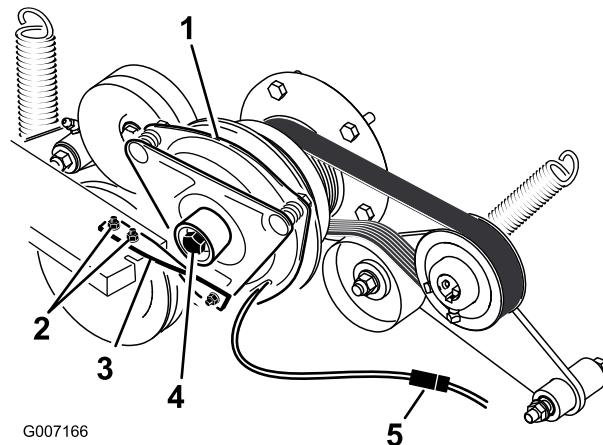

Figura 53
6. Desenchufe el conector eléctrico del embrague (Figura 53).
7. Retire los dos pernos que sujetan la correa de goma del embrague al bastidor del cortacésped (Figura 53).
8. Retire el perno central que sujeta el embrague al eje del motor, y retire el embrague y la chaveta (Figura 53).
15. Sujutando el cigüeñal en la parte trasera de la máquina, instale el perno central y apriételo a 68 Nm (Figura 53).
16. Instale la correa de goma del embrague al bastidor del cortacésped con los dos pernos y tuercas que se retiraron anteriormente (Figura 53).
18. Enchufe el conector eléctrico del embrague (Figura 53).